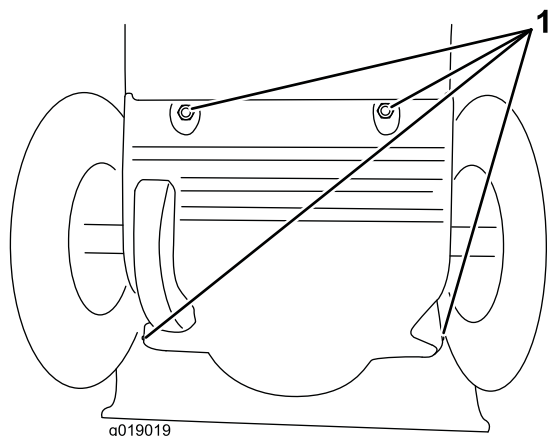

Figura 34
3. Togliete il carter posteriore (Figura 34).